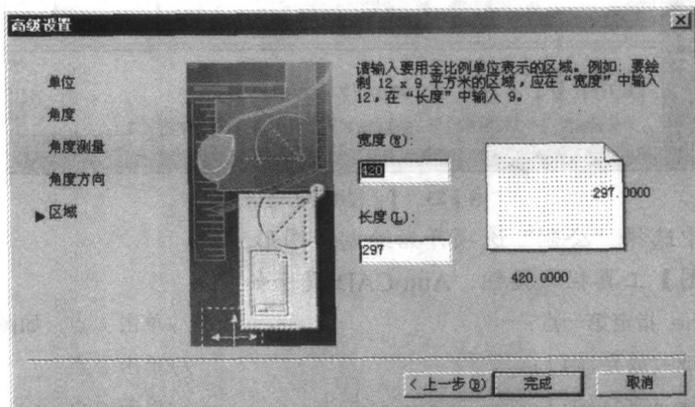

图1-21 设置作图区域的大小
6. 单击 **下一步(N) >** 按钮，弹出如图 1-21 所示的对话框，在此对话框中设置作图区域的大小。